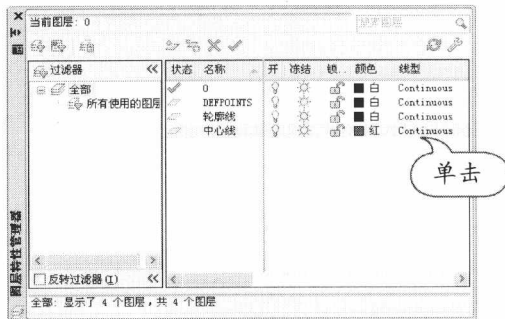

图 1-39 创建中心线图层的线型
STEP 06 创建中心线图层的线型。单击中心线图层的线型按钮指定线型，如图 1-39 所示。